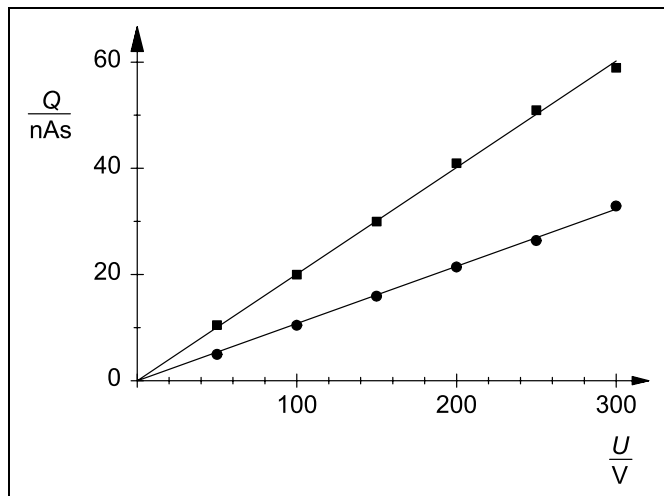

Fig. 2 Charge Q absorbée en fonction de la tension U appliquée
La fig. 2 donne une représentation graphique des valeurs mesurées du tab. 1. Les valeurs mesurées sont, dans le cadre de la précision de mesure, sur la droite passant par l'origine qui est tracée. Sa pente (voir tab. 4) correspond à la capacité C , conformément à l'équation (I).